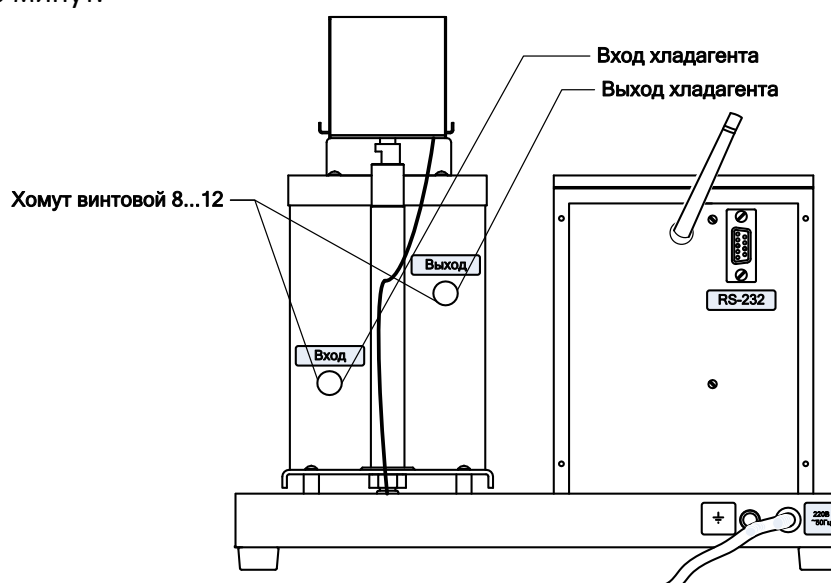

Рисунок 4 – Подключение хладагента
4.4.1.7 При подключении АТХ-20 к водопроводу, необходимо с помощью медицинских трубок ПВХ соединить водопроводный кран с входным штуцером блока охлаждения (обозначенным как «Вход»), а выходной штуцер блока охлаждения (обозначенный как «Выход») вывести в канализацию для слива (см. рисунок 4, 5).